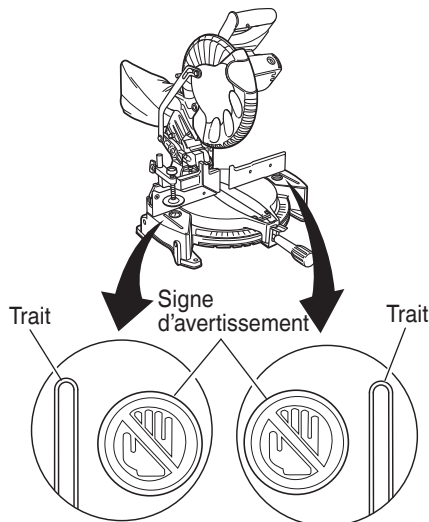

Fig. 19
- * Ne jamais amener les membres à l'intérieur de la ligne à côté du signe d'avertissement pendant que l'outil fonctionne. Cela pourrait être dangereux (voir Fig. 19).